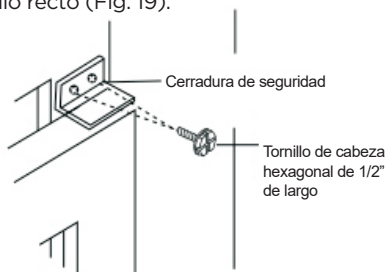

Fig. 19
2. Coloque la traba de seguridad en ángulo recto (Fig. 19).